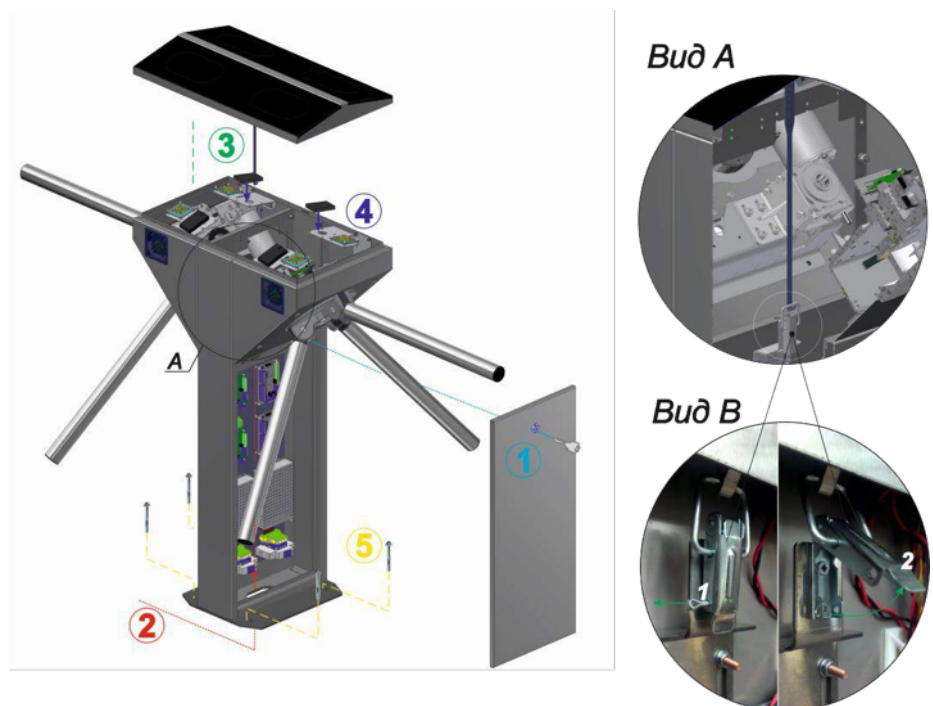

Рис. 13 – Общий вид сборки турникета-трипода «CENTURION TWIN» и «BASTION TWIN»
8) Для доступа к крепежным и технологическим отверстиям основания и клеммным колодкам турникета-трипода «CENTURION TWIN» и «BASTION TWIN» необходимо снять дверь стойки, повернув ключ замка с помощью ключа (Рис.13).
Для того чтобы снять крышку стойки, необходимо снять шплинт (1) и открыть защёлку (2), подняв её вверх (Рис.13, Вид А и В).